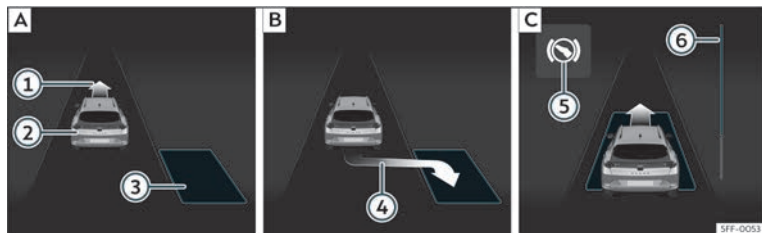
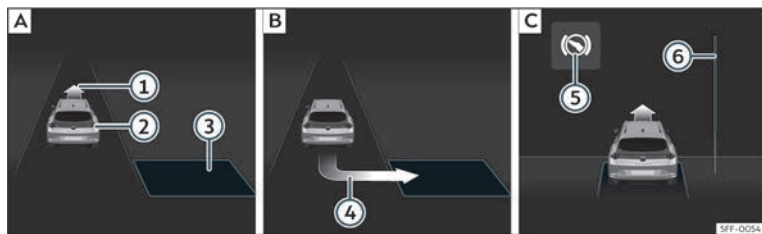

Fig. 172 Na pantalla do cadro de instrumentos:aparcarse en liña. **A** Atopar un espazo de aparcamento. **B** Posición para aparcarse. **C** Manobrar.
Fig. 173 Na pantalla do cadro de instrumentos:aparcarse en batería. **A** Atopar un espazo de aparcamento. **B** Posición para aparcarse. **C** Manobrar.
- Mire na visualización da pantalla do cadro de instrumentos se detecta o espazo como “axeitado” e se alcanzou a posición correcta para aparcar» **fig. 172 [B]** ou» **fig. 173 [B]**. O espazo considerárase “axeitado” se na pantalla do cadro de instrumentos aparece a indicación de aparcar ④.
- Retroceda ata que soe o sinal continuo do ParkPilot; **OU BEN:** retroceda ata que na pantalla do cadro de instrumentos apareza a indicación de dar marcha adiante» **fig. 172 [C]** ou» **fig. 173 [C]**; **OU BEN:** retroceda ata que na pantalla do cadro de instrumentos apareza a mensaxe **Park Assist finalizado**. A barra de progreso ⑥ indica a distancia a percorrer» páx. 279.
- Vaia marcha adiante ata que soe o sinal continuo do ParkPilot; **OU BEN:** vaia marcha adiante ata que na pantalla do cadro de instrumentos apareza a indicación de dar marcha atrás. O sistema de aparcamento asistido dirixe o vehículo marcha adiante e marcha atrás ata centralo no espazo» **fig. 172 [C]** ou» **fig. 173 [C]**.
A barra de progreso »» **fig. 172 ⑥ e**»» **fig. 173 ⑥** amosa simbolicamente na pantalla do cadro de instrumentos a distancia relativa que aínda se vai percorrer. Canto maior sexa a distancia, máis chea está a barra de progreso. Ao circular marcha adiante, o contido da barra de progreso diminúe cara arriba e, ao circular marcha atrás, diminúe cara abaixo.